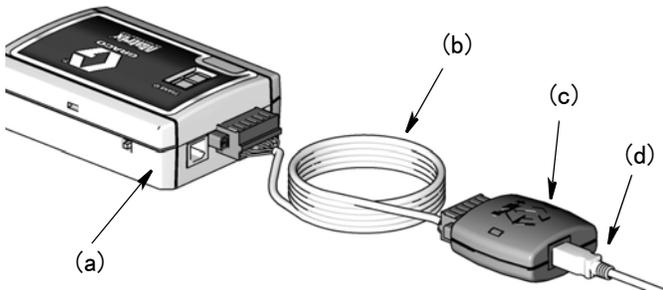

图 8
RS422 转换插头 (c)(图 8)- 用于布线距离最远达 4000 英尺 (1219 米)的连接。
- 连接部件: 收发器 (a)、RS422 电缆 (b)、RS422 转换插头 (c) 和 USB 电缆 (d), 如图 8 中所示。